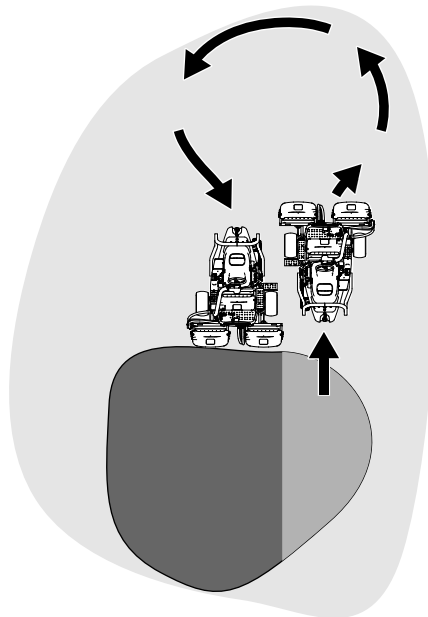

図 30
6. Uターンするとき、一旦反対側にハンドルを切ってから旋回すると、楽に、しかも効率良く回ることができて次の列そろえが楽になります。反対側に軽く振ってから旋回すると雨だれ形の旋回 図 30 になって、スムーズに次の列に入ることができます。